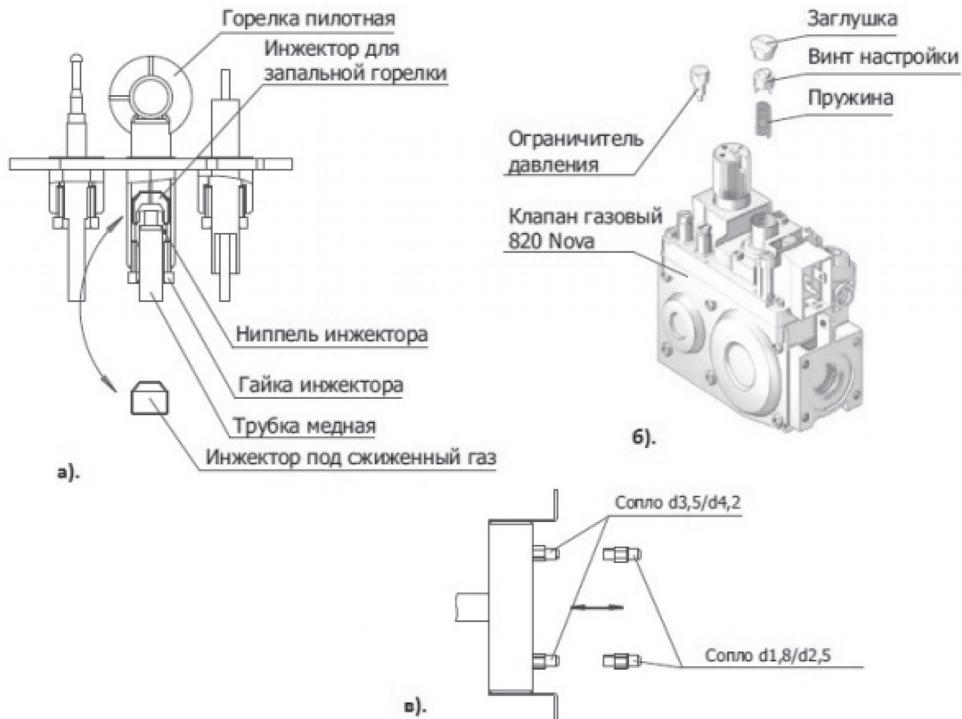

Рисунок 13 - Схема переналадки изделия для работы на сжиженном газе
1. Открутить с фланца пилотной (запальной) горелки гайку и ниппель инжектора с трубкой медной, снять инжектор для запальной горелки (Рисунок 13 а). Взамен его установить в пилотную горелку инжектор под сжиженный газ из комплекта по переналадке. Закрепить трубку медную на фланце горелки ниппелем инжектора с помощью гайки инжектора. Убедиться в надежной фиксации.
2. Снять с клапана газового SIT NOVA 820 mV ограничитель давления (латунный колпачок на верхней части клапана), находящийся под заглушкой пластмассовый установочный винт и пружину (Рисунок 13 б) и заменить их ограничителем давления под сжиженный газ из комплекта переналадки. Момент затяжки ограничителя давления - 1 Нм.
3. Снять с газовода сопла и заменить их соплами из комплекта (Рисунок 13в). В зависимости от мощности горелки сопла отличаются количеством и диаметрами проходных сечений (Таблица 2), поэтому важно производить замену только на сопла с соответствующей маркировкой